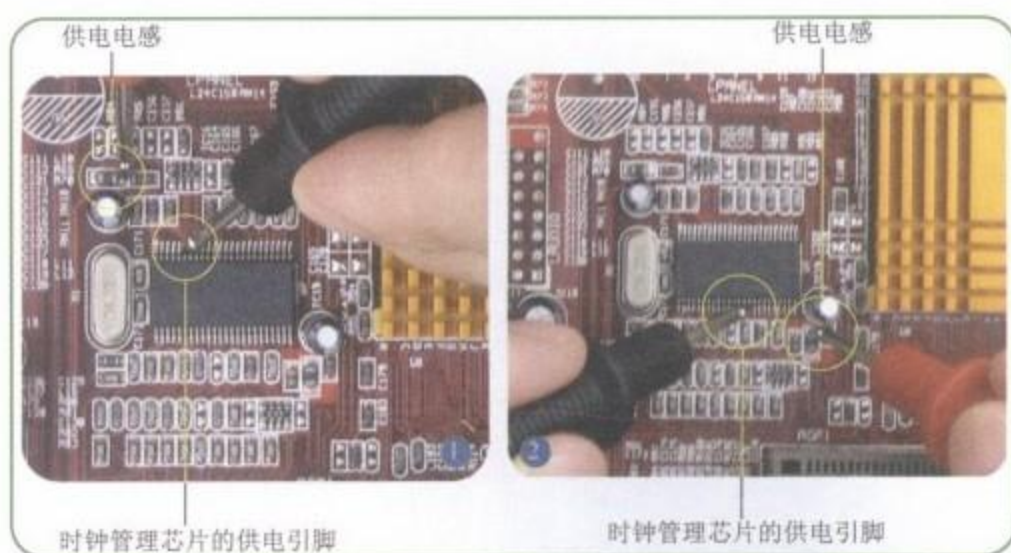

图9-12 测量电感到系统时钟芯片供电脚的线路
Step 02 测量电感经过滤波电容连到系统时钟芯片供电脚的线路，如图9-12所示。